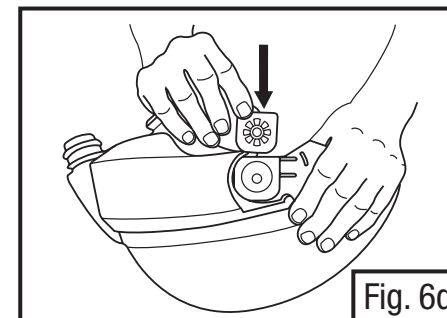

Fig. 6d
- Instale a placa traseira no caso do equipamento para a cabeça. Ao instalar o modelo “moinho de vento” deve estar de frente para a parte de fora, e a marca “M-960” estará localizada na parte de baixo da placa. Instale primeiro a extremidade curva e faça com que deslize completamente para dentro da ranhura (Fig. 6d). Suavemente pressione para baixo a placa traseira para garantir que fique rente ao fundo da ranhura.